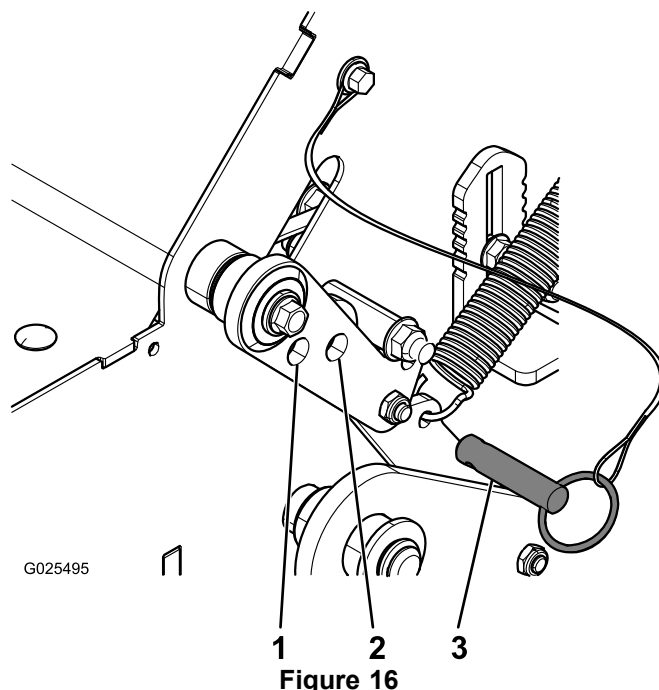

Figure 16
2. Retirez la goupille de blocage de transport du support de ressort et rangez-la dans le trou situé au-dessus pendant l'aération (Figure 16).